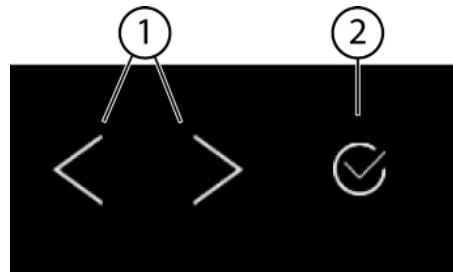
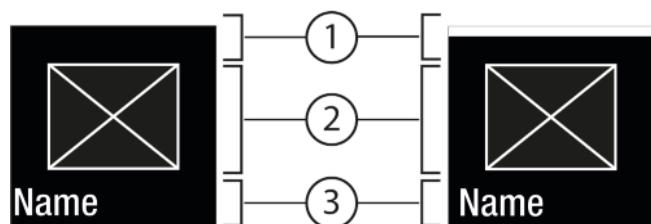

Fig. 5
Fig. 6
(1) Навігаційна стрілка
(2) Підтвердити
Навігаційна стрілка ліворуч/праворуч: Fig. 5 (1):
Підтвердження Fig. 5 (2):
- Переходити навігаційною стрілкою ліворуч/праворуч Fig. 5 (1).
- Через Підтвердити Fig. 5 (2) функцію / налаштування активувати Fig. 6 (1) / деактивувати Fig. 6 (1).
- Натиснувши Підтверджити Fig. 5 (2) викликати підменю Fig. 7 (4).
- Налаштовувати нове значення: Натиснувши Підтверджити Fig. 5 (2) вибрати деактивоване значення Fig. 6 (1).
- Назад в меню: Натиснувши Підтверджити Fig. 5 (2) вибрати вже активоване значення Fig. 6 (2).
- Натискайте навігаційні стрілки Fig. 5 (1) до появи функції.
- Натисніть Підтверджити Fig. 5 (2).
- Навігаційною стрілкою Fig. 5 (1) вибрати значення налаштування.
- ▷ Статус: активовано Fig. 6 (1) з'являється скоро в підменю Fig. 7 (4).
- Натискайте навігаційні стрілки Fig. 5 (1) до появи налаштувань
- Натискайте навігаційні стрілки Fig. 5 (1) до появи потрібного налаштування.